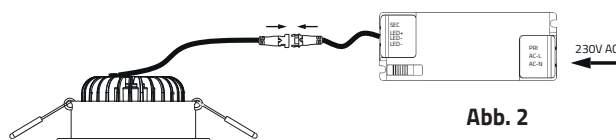

Abb. 2
2. GAIL Einbaustrahler, mithilfe des mitgelieferten Steckverbinders, an die sekundärseitige Leitung des Konverters, mit passendem Gegenstück des Steckverbinders, anschließen. An die Primärseite des Konverters die vorhandene 230 V AC Netzspannung anschließen (Abb. 2).